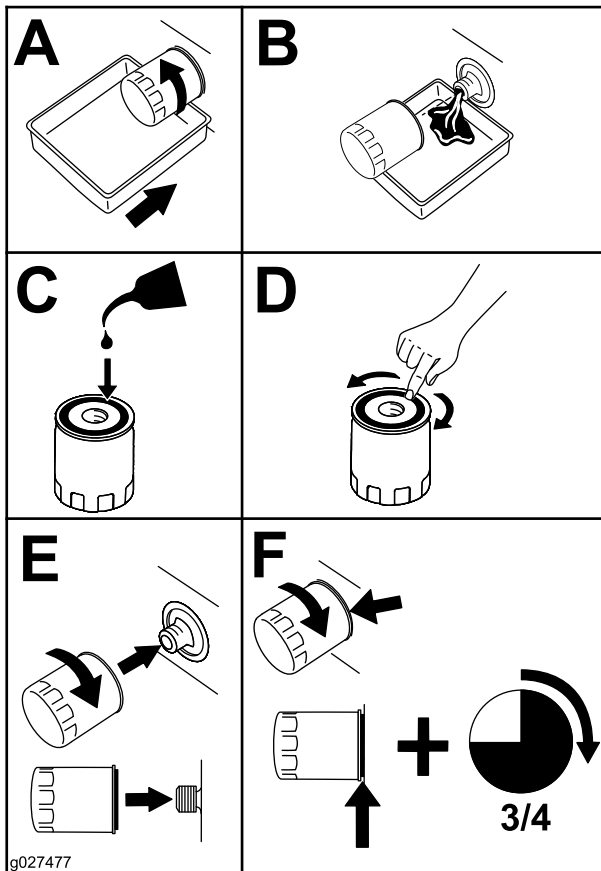

Figura 65
- Sustituya el filtro de aceite del motor (Figura 65).